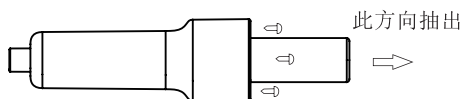
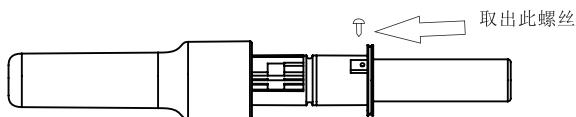

图1
图2
1. 请将手柄筒内的3颗M2.6*10的自攻螺钉取出如图1所示
2. 如图2所示，在图1的基础抽出手柄芯后，取下钢管的接地线，用十字螺丝刀取下手柄芯上固定钢管的螺丝。